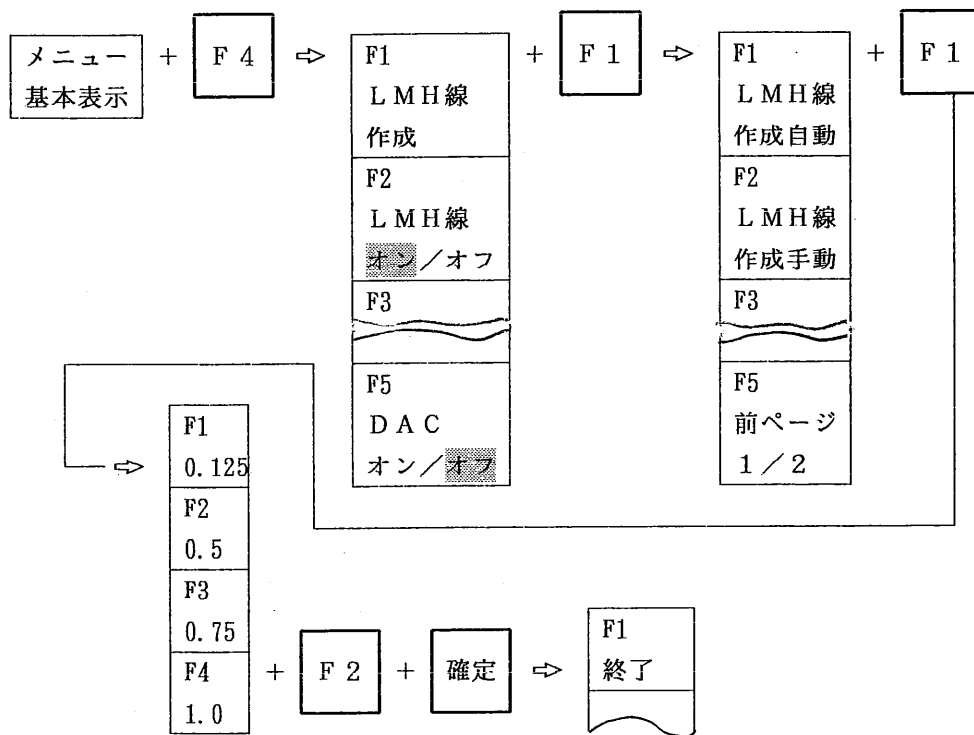

図 9.3.3 初期スキップ値の選択手順
- ① メニューエリアにメニュー基本画面が表示されている状態で、選択キー [F 4] を1回押します。図 9.3.3に示したような選択メニューが表示されます。
- ② つぎに、選択キー [F 1] を1回押します。図 9.3.3に示したような選択メニューが表示されます。
- ③ 選択キー [F 1] を更に1回押します。図 9.3.3の左下に示したような初期スキップ値を選択する選択メニューが表示されます。